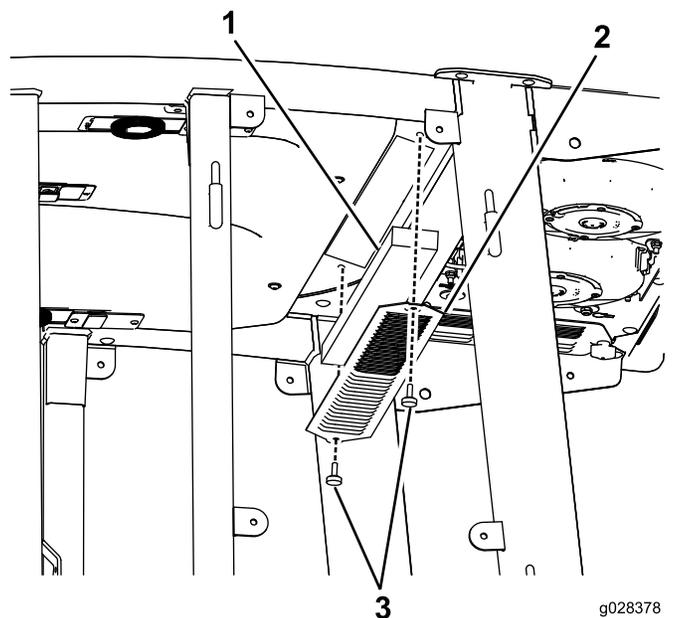
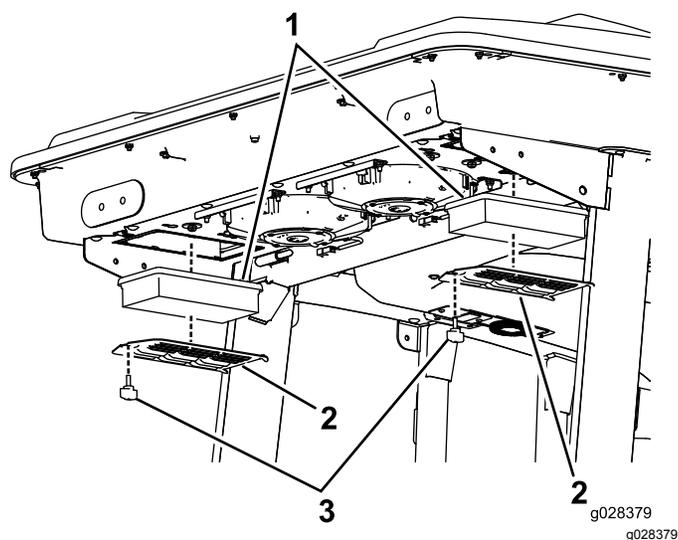
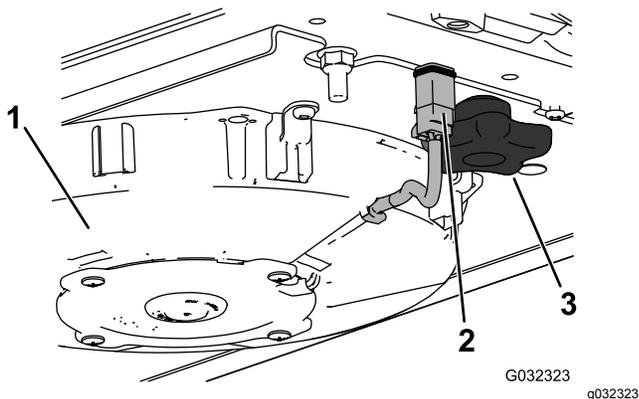
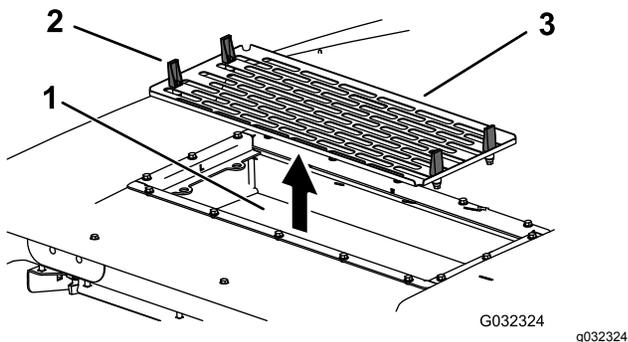

Рисунок 135
Рисунок 136
Рисунок 138
Рисунок 139
1. Выверните винты и снимите решетки у салонного и заднего воздушных фильтров кабины (Рисунок 135 и Рисунок 136).
2. Отсоедините провод от каждого вентилятора (Рисунок 138).
4. Откройте 4 защелки на кондиционере воздуха в сборе и снимите решетку (Рисунок 139).
5. Снимите воздушные фильтры (Рисунок 136).
7. Установите воздушные фильтры, сетку и вентилятор в сборе (Рисунок 136, Рисунок 138 и Рисунок 139).
8. Подсоедините провод к каждому вентилятору (Рисунок 138).